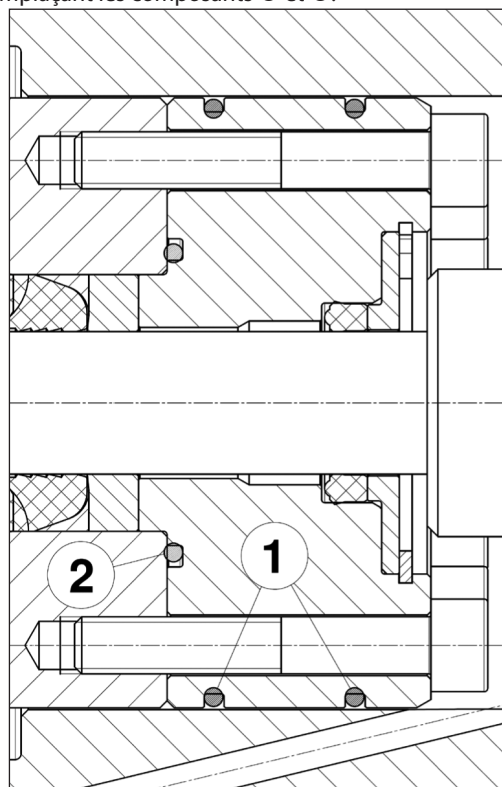
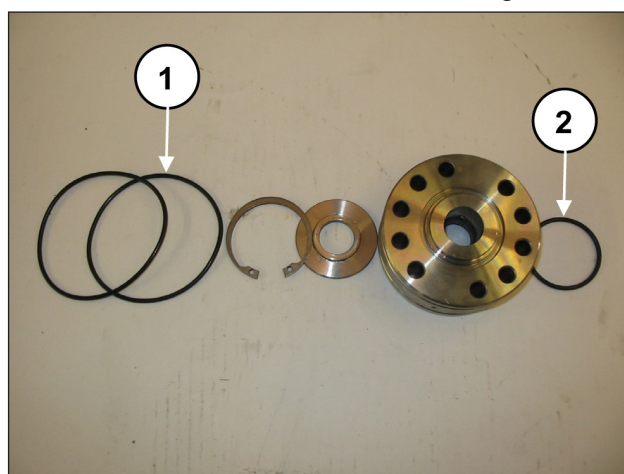

Fig. 141
Fig. 142
Remonter le groupe de support des joints (Fig. 141 et Fig. 142) en remplaçant les composants ① et ②.